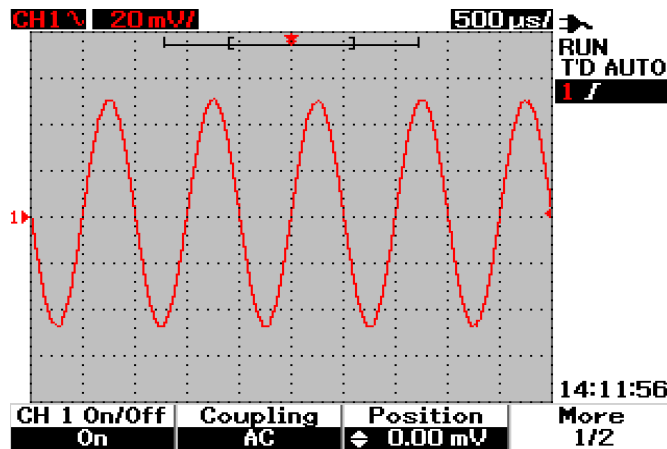

Figura 3-3 Ajuste la posición vertical para la forma de onda.
Puede ajustar la forma de onda verticalmente al presionar la tecla programable F3. La siguiente Figura 3-3 muestra la configuración del ajuste de la posición vertical.
- 2 A medida que gira el interruptor , se muestra el valor de voltaje correspondiente en el encabezado Position que se muestra en la Figura 3-3. El valor de voltaje indica la distancia de la referencia de tierra con respecto al centro de la pantalla.